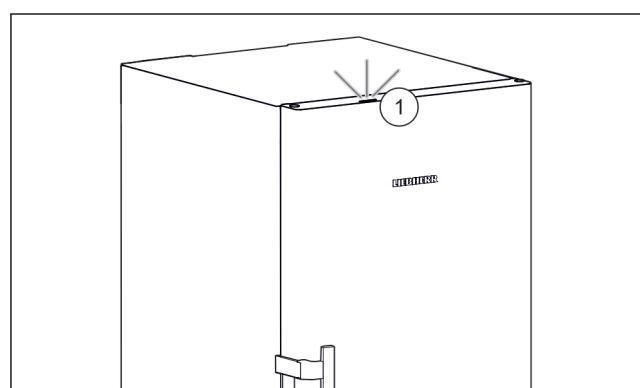

Fig. 4
Під час введення пристрою в експлуатацію підсвічування стану Fig. 4 (I) за замовчуванням деактивовано.*